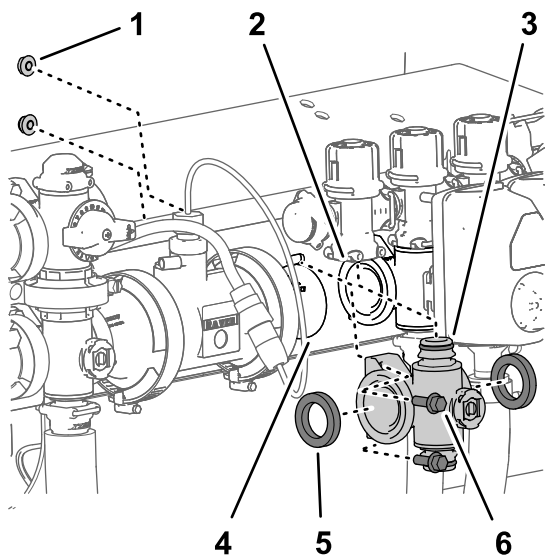
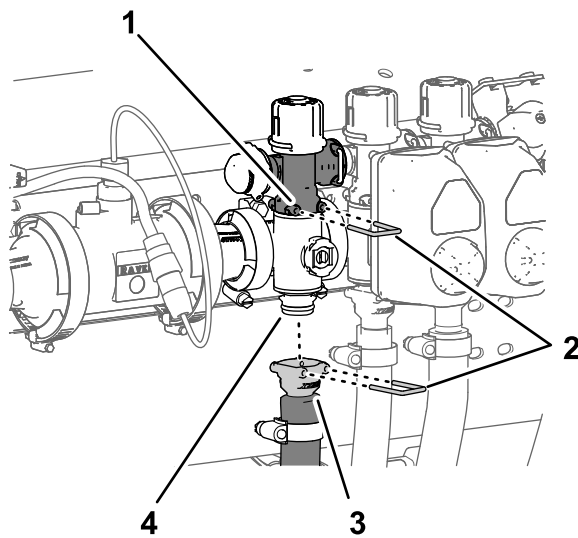

Figura 127
Figura 128
1. Allineate le 2 guarnizioni rimosse in Rimozione della valvola del collettore della sezione \(pagina 89\) alle flange del collettore della valvola della sezione (Figura 127).
2. Allineate la flangia del collettore della valvola della sezione allo spazio tra le flange dell'altra o delle altre valvole e/o dell'adattatore di accoppiamento (Figura 127).
3. Montate il raccordo di collegamento rapido del collettore della valvola della sezione sul raccordo a scollegamento rapido della valvola di bypass della sezione mediante un perno di collegamento rapido (Figura 127 e Figura 128).
5. Per i collettori delle valvole delle sezioni sinistra o destra, montate il collettore della valvola della sezione sul supporto della valvola (Figura 127)
8. Montate l'accoppiatore rapido del flessibile della sezione sul raccordo di collegamento rapido del collettore della valvola della sezione mediante il perno di collegamento rapido (Figura 128).